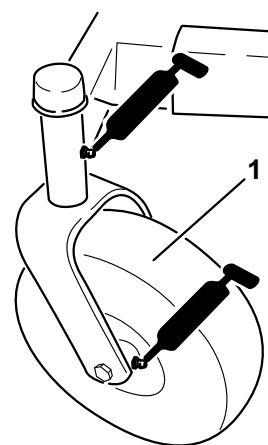
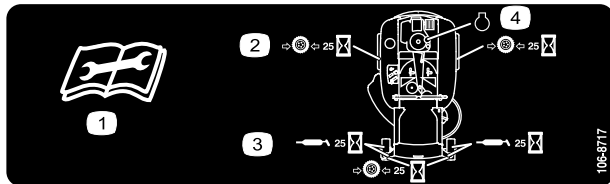

Figure 20
Figure 21
Graissez le pivot des roues pivotantes et les roues (Figure 20).
3. Nettoyez les graisseurs (Figure 20 et Figure 21) à l'aide d'un chiffon. Grattez la peinture qui pourrait se trouver sur les graisseurs.
- Raccordez une pompe à graisse à chaque graisseur (Figure 20 et Figure 21). Injectez de la graisse dans les graisseurs jusqu'à ce qu'elle commence à sortir des roulements.